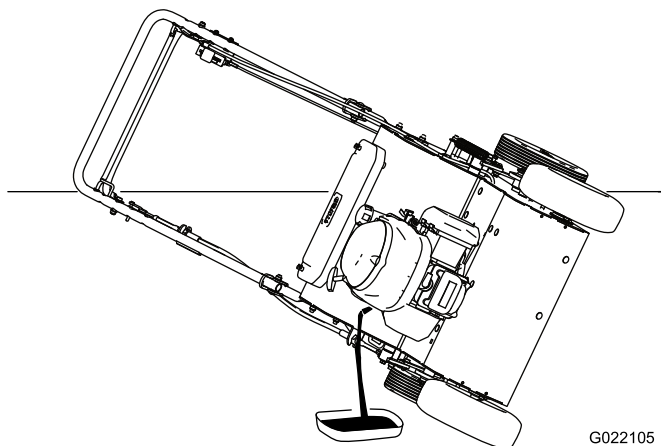

Figura 28
6. Ponga la máquina de lado, con el filtro de aire hacia arriba, para drenar el aceite usado a través del tubo de llenado de aceite (Figura 28).